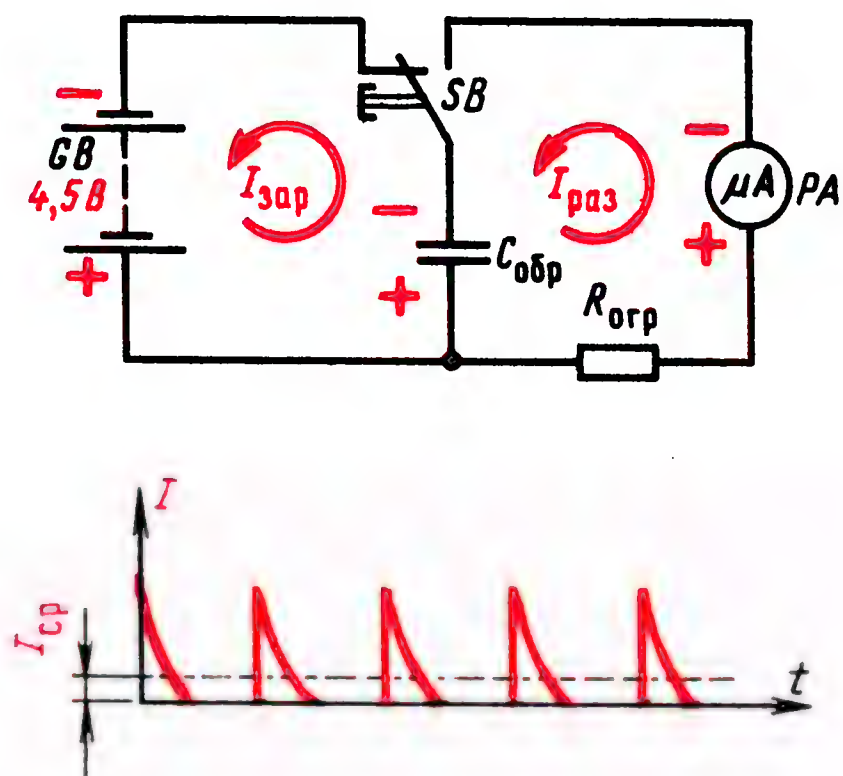

Рис. 275. Опыт, иллюстрирующий принцип работы конденсаторного частотомера
Чтобы разобраться в этом вопросе, проведи такой опыт. Соедини по схеме на рис. 275 батарею 3336 (GB), бумажный образцовый конденсатор $C_{обр}$ емкостью 0,5...1 мкФ, микроамперметр РА на ток 100...300 мкА, например микроамперметр комбинированного измерительного прибора или транзисторного вольтметра, и кнопочный переключатель SB типа КМ1-1. Последовательно с микроамперметром включи ограничительный резистор $R_{огр}$, сопротивление которого рассчитай по формуле: $R_{огр} = U_6 / I_n$, где U_6 — наибольшее напряжение батареи, используемой для опыта; I_n — ток полного отклонения стрелки микроамперметра.
тока через него (на графике в нижней части рис. 275 среднее значение тока I_{cp}). При том же образцовом конденсаторе с повышением частоты переключений прибор будет фиксировать все возрастающий ток. Таким образом, по отклонению стрелки можно судить о частоте импульсов тока, подаваемых на прибор.